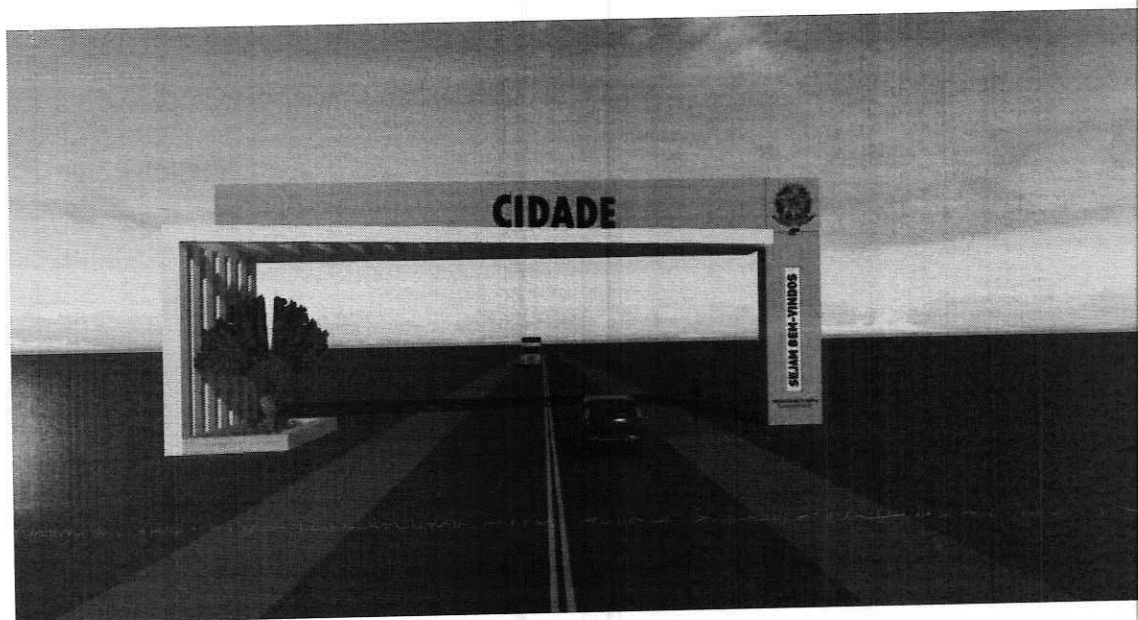
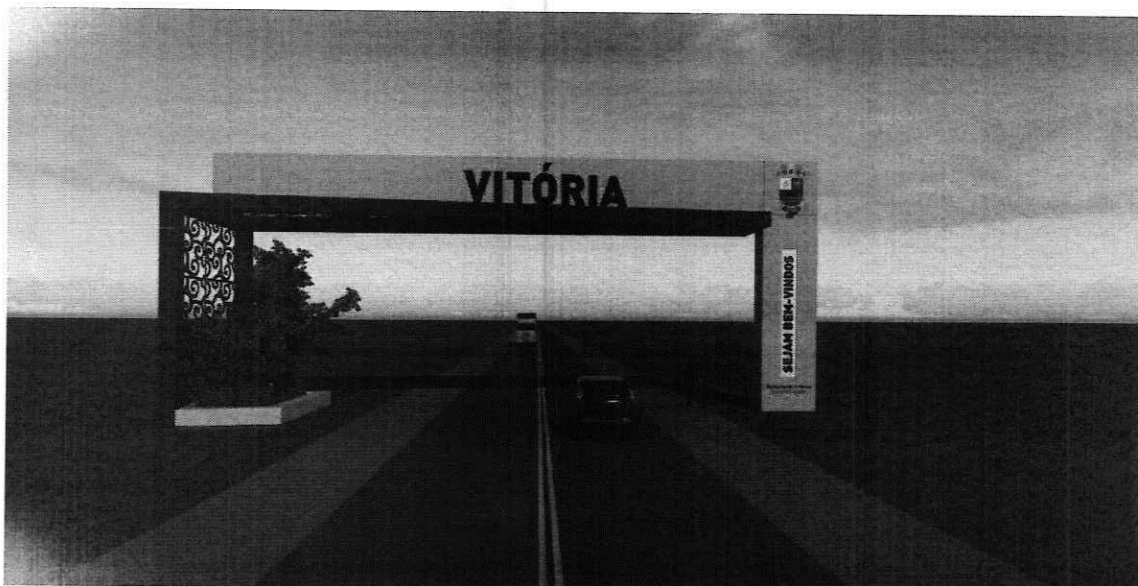

Figura 3 – Pórtico: equipamento completo
Figura 5 – Exemplo de personalização para a cidade de Vitória (ES)
Nesse sentido, a Figura 3 ilustra uma imagem do projeto-tipo do pórtico segundo a solução-padrão, enquanto a Figura 4 e a Figura 5 demonstram, respectivamente, o projeto customizado para as cidades de Belo Horizonte (MG) e Vitória (ES).